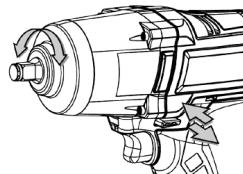

Рис. 2
- Для обратного хода устройства (см. рис. 2) используйте рычаг переключения прямого и обратного хода на приводном блоке. Направления вращения также указаны на лицевой стороне рукоятки.